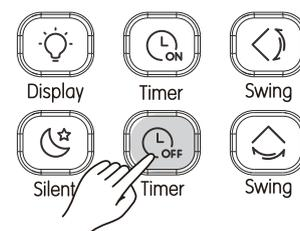

Figura 3.19
- 1) Pressione  (Figura 3.19) e o controle remoto exibirá "Timer Off" (Temporizador desligar), e "0.0H" aparecerá na área do temporizador no display.